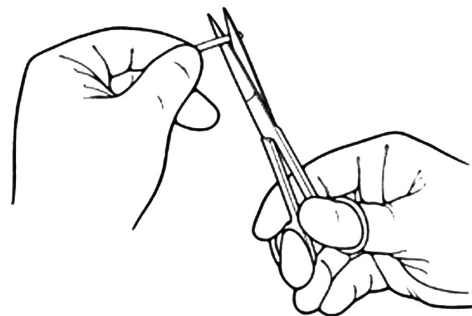

Figura 4-30. Recorte el tubo
1. Con unas tijeras limpias y afiladas, corte de forma recta la longitud de los tubos para que se ajusten a la anatomía del paciente. (Figura 4-30)